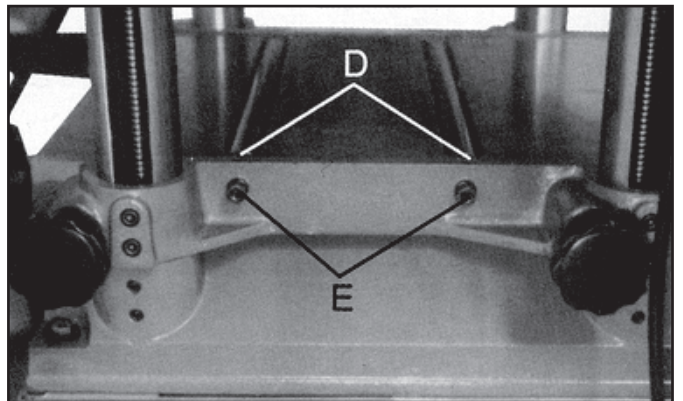

Figura 23
- Afloje los tornillos (D, Figura 23).
- Suba o baje girando los tornillos (E, Figura 23). Los rodillos se deben ajustar en el extremo opuesto del rodillo de la misma forma. Los rodillos de mesa deben estar siempre paralelos con la mesa.